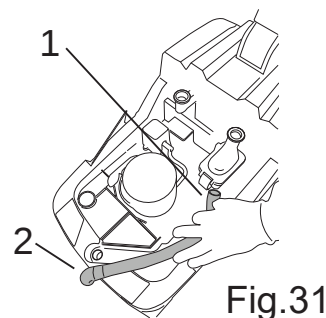

Fig.31
- Maak de slang van de variabele inlaatklep (Fig.31-Ref.1) en het voorste zuigrubber (Fig.31-Ref.2) los.